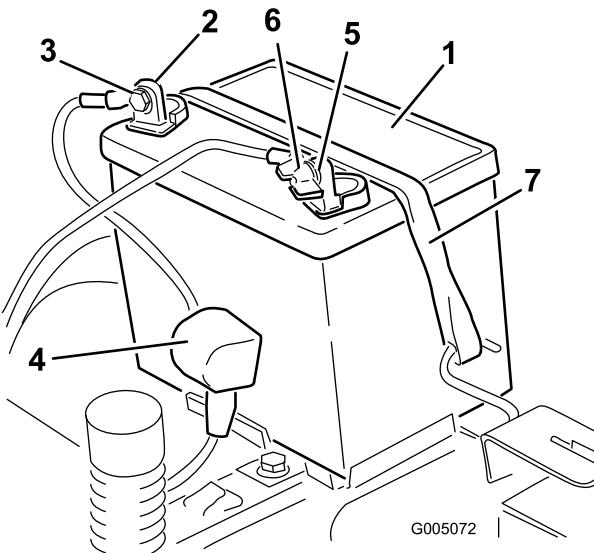

Figure 39
6. Débranchez le câble positif (rouge) de la borne de la batterie (Figure 39).
7. Déposez la barrette de maintien de la batterie (Figure 39) et soulevez la batterie de son support.
4. Débranchez le câble négatif (noir) de mise à la masse de la borne de la batterie (Figure 39).
1. Placez la batterie dans son support (Figure 39).
5. Fixez la batterie en place à l'aide de la barrette de maintien (Figure 39).